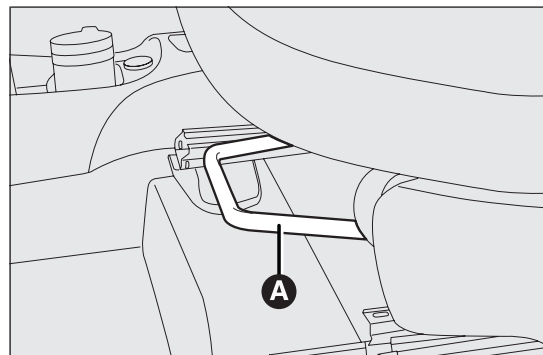
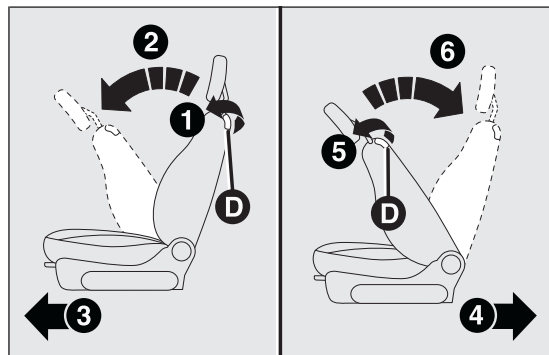

РИС. 16
РИС. 19
Поднять рычаг А РИС. 16 и подтолкнуть сиденье вперед или назад: руки водителя должны лежать на ободу рулевого колеса.
Чтобы откинуть спинку, воздействовать на рычаг D РИС. 19 (движение 1) и толкать спинку вперед до ее блокировки (движение 2). Отпустить рычаг D и толкая спинку, продвинуть сиденье вперед (движение 3).
Чтобы привести сиденье в начальное положение подвинуть его назад упором на спинку вплоть до блокировки сиденья (движение 4), воздействием на рычаг D РИС. 19 (движение 5) поднять спинку (движение 6) вплоть до щелчка блокировки.
**ПРЕДУПРЕЖДЕНИЕ** Использование рычага D РИС. 19 до блокировки сиденья в начальном положении вызывает потерю отправного положения сиденья. В таком случае необходимо регулировать положение сиденья с помощью продольной регулировки А РИС. 16.
Чтобы привести сиденье в начальное положение продвинуть его назад упором в спинку вплоть до нужной позиции (движение 4), воздействовать на рычаг D РИС. 19 (движение 5) и поднять спинку (движение 6) вплоть до щелчка блокировки.